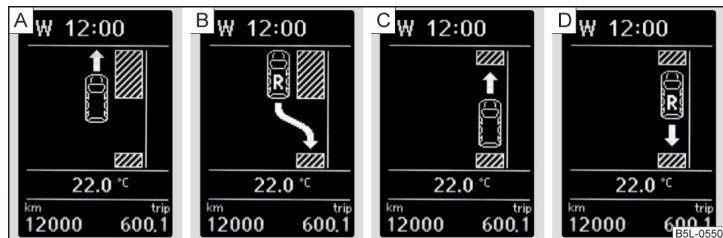

Fig. 141 Indicatoarele de pe afișaj
Indicatoarele de pe afișaj » fig. 141
Când sistemul găsește un spațiu de parcare, acesta va fi afișat pe afișaj » fig. 141 - **A**.
- Continuați deplasarea înainte, până când pe ecran apare afișajul » fig. 141 - **B**.
- ▶ Dacă pe ecran clipește săgeata care indică spre înainte » fig. 141 - [C], cuplați treapta 1 de viteză, respectiv aduceți maneta selectorului de viteze în poziția **D**.
- ▶ Dacă pe ecran clipește săgeata care indică înapoi » fig. 141 - [D], cuplați din nou treapta marșarier, respectiv aduceți maneta selectorului de viteze în poziția **R**.